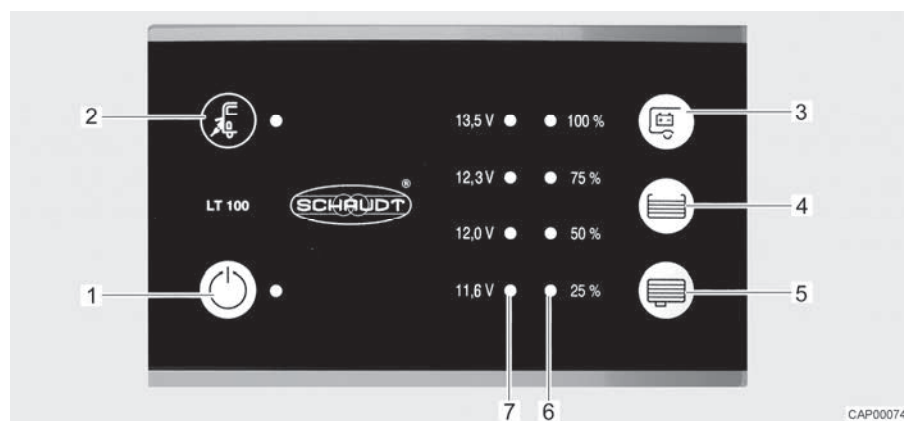

Bild 81 Panel (LT 100)
Den gula lysdioden lyser vid symbolen nätanslutning " (Bild 81,2) när fordonet är anslutet till en extern nätanslutning. Lysdioden lyser då också med avstängd panel.
Med huvudbrytaren 12 V (Bild 81,1) kopplas panelen och bodelens 12 V-försörjning till eller från.
- Tryck på knappen " (Bild 81,1): 12 V-försörjningen för bodelen är påslagen. Lysdioden lyser grönt.
- Tryck på knappen " (Bild 81,1) på nytt: 12 V-försörjningen för bodelen är avstängd. Lampan släcks.
Lysdiodskalan (Bild 81,7) visar batterispänningen för bodelsbatteriet enligt följande:
- Tryck ner knapp " (Bild 81,3): Bodelsbatteriets spänning visas.
Lysdiodskalan (Bild 81,6) visar fyllnivån i färskvattentanken eller avloppstanken.
Tryck ner knapp " (Bild 81,4): Färskvattentankens fyllnadsnivå visas med hjälp av lysdiod.
Tryck ner knapp " (Bild 81,5): Avloppstankens fyllnadsnivå visas med hjälp av lysdiod.